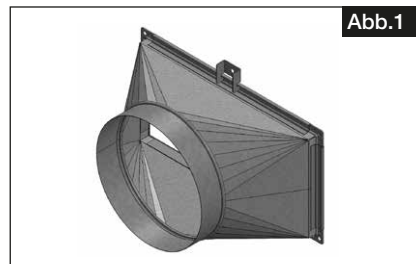

Abb.1
- Die Dichtlippe des Übergangs-Stücks dichtet direkt gegen den Flansch des AIR1-Geräts (s. Abb. 1).
- Das Übergangs-Stück ggf. mit Halteklammern, entsprechend Abb. 1 am AIR1-Gerät befestigen (sofern Klammern benötigt werden, s. Tabelle).